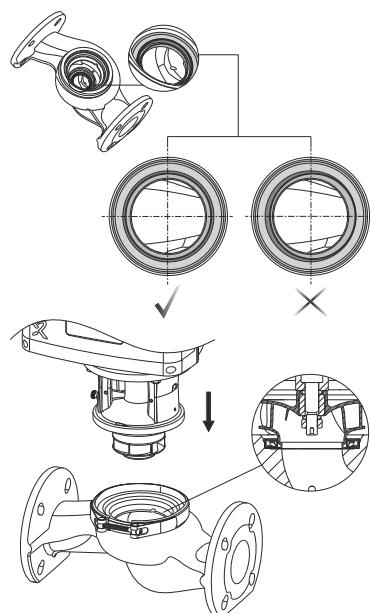

Рис. 6 Расположение щелевого уплотнения
21. Установите хомут (92) на корпус насоса не затягивая его.
22. Убедитесь, что подвижная часть щелевого уплотнения располагается в неподвижной части. См. рис. 6.